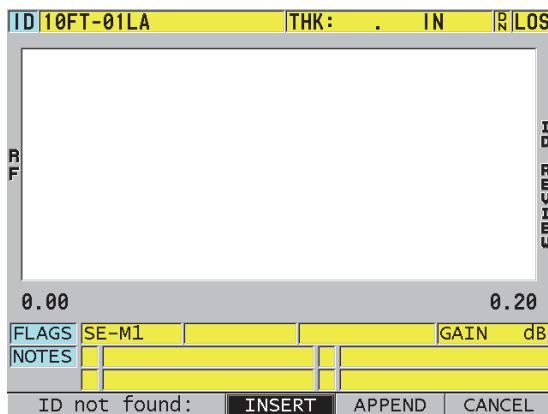

Figura 11-29 Mensaje cuando el ID modificado no se encuentra en la base de datos
6. Si el ID modificado no se encuentra en la base de datos, en el mensaje que aparece en la zona de texto (ver Figura 11-29 en la página 233), seleccione **INSERTAR** (INSERT) para introducir un nuevo ID antes del ID activo.